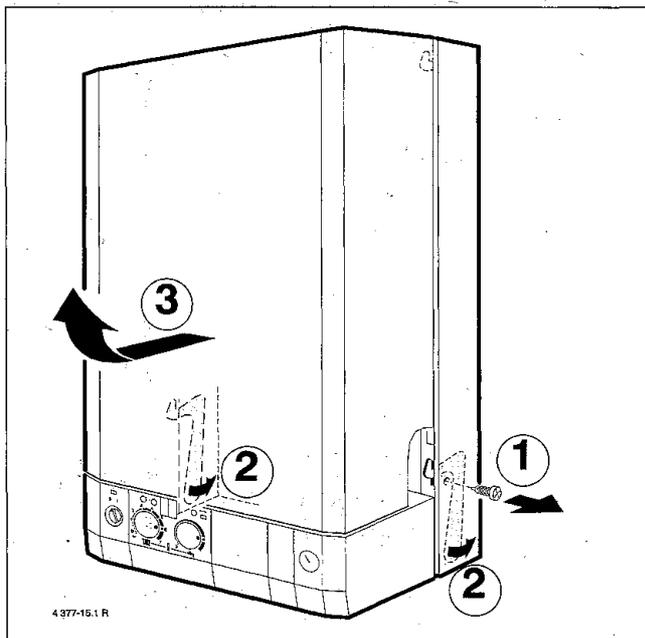

Bild 28
- Drehen Sie die Schraube rechts unten heraus (1) (Bild 28).
- Drücken Sie beide Hebel (2) nach hinten (Bild 28).
- Mantelschale (3) nach vorn schwenken und nach oben abheben (Bild 28).
- Montieren Sie nun die Mantelschale und sichern Sie mit der Schraube auf der rechten Seite (Bild 28) diese gegen unbefugtes Öffnen.